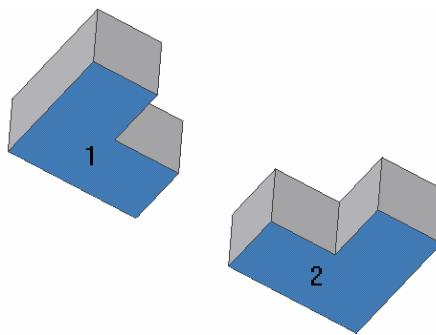

Figura 3.9.7.
- aliniere **Type - Mate, Solution – Flush, Offset = 0** față 3 **Podium 1** față 3 **Podium 2** – lansare comandă **Constraint**, click punctul 1, click punctul 2, butonul **Apply**, figura 3.9.7. În urma operației, panelul **Browser Bar**, este completat cu intrarea **Flush**, redenumită **Flush 3-3**.